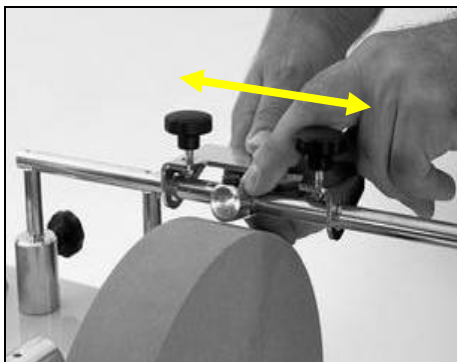

Fig 14
- Mettez en route la machine (cf. §7.2), amenez lentement la pointe diamant en contact avec la meule, puis effectuez des mouvements réguliers de gauche à droite pour réaliser le dressage (Fig 14).